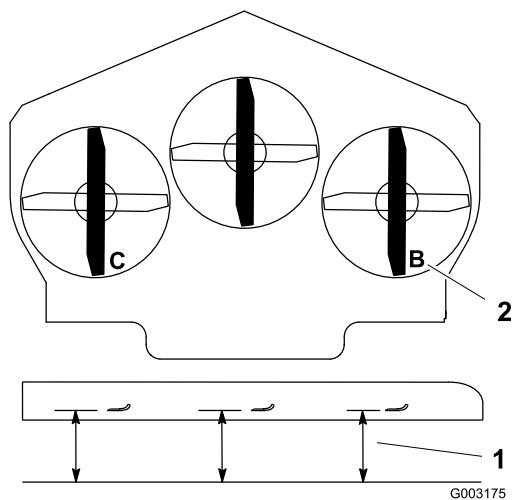

Bild 77
1. Stellen Sie das rechte Schnittmesser in Längsrichtung (Bild 77).
2. Messen Sie das rechte Messer an der Stelle **B** von einer ebenen Oberfläche bis zur Schnittkante der Messer (Bild 77).
4. Stellen Sie das linke Schnittmesser in Längsrichtung (Bild 77).
5. Messen Sie das linke Messer an der Stelle **C** (Bild 77) von einer ebenen Oberfläche bis zur Schnittkante der Messer.